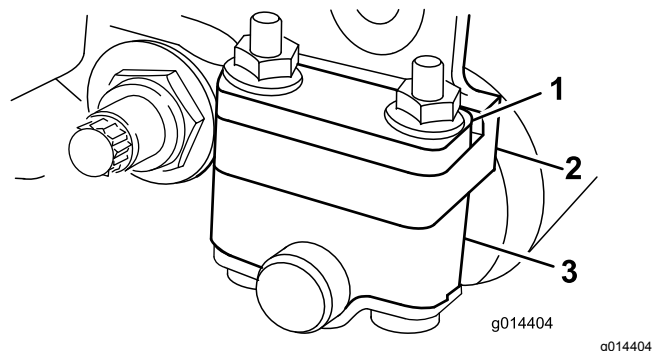
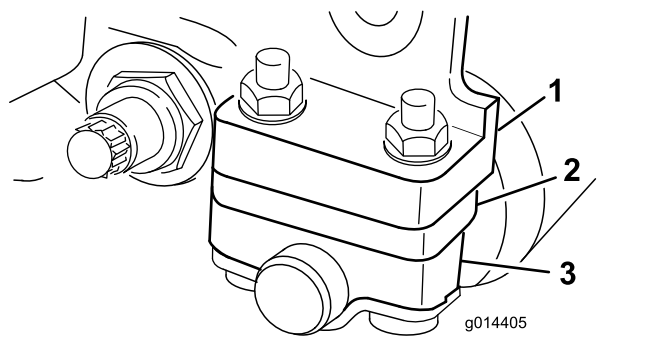

Рисунок 6
Рисунок 7
В зависимости от требуемого диапазона высоты скашивания установите кронштейны заднего валика (Рисунок 6 или Рисунок 7) в нижнее или верхнее положение:
- При настройке высоты скашивания в диапазоне от 1,5 до 6 мм установите проставку под монтажным фланцем боковой пластины, как показано на Рисунок 6.
- При настройке высоты скашивания в диапазоне от 3 до 25 мм установите проставку под монтажным фланцем боковой пластины, как показано на Рисунок 7.
- Установите проставки на винты над или под кронштейнами валика, в соответствии с требуемым положением (Рисунок 6 или Рисунок 7).